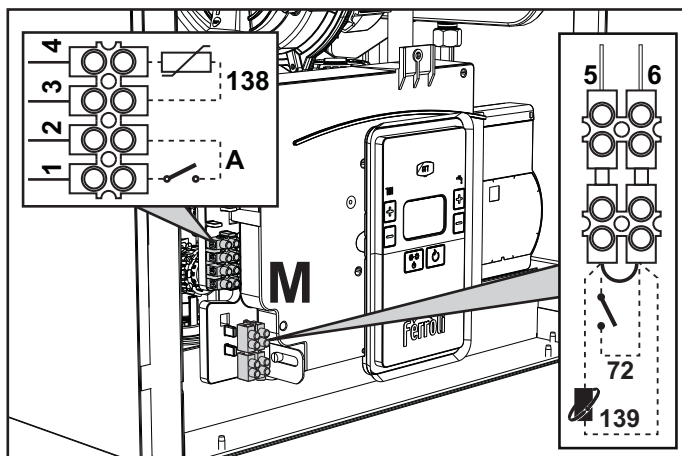
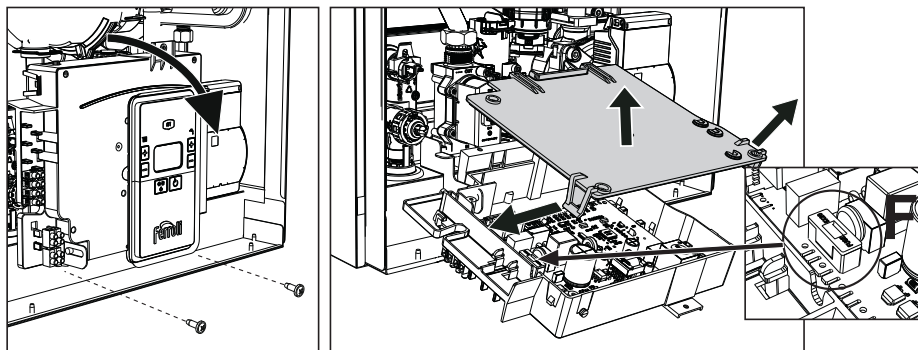

fig. 18
fig. 19
După ce ați scos panoul frontal ("Deschiderea panoului frontal" de la pagina 125) veți putea avea acces la panoul de borne (M) și la siguranța (F) urmând indicațiile descrise în continuare (fig. 18 și fig. 19). **Bornele indicate în fig. 18 trebuie să aibă contactele curate (nu 230 V).** Dispunerea bornelor pentru diferitele conexiuni este indicată și în diagrama electrică din fig. 45.
Configurarea întrerupătorului ON/OFF (A fig. 19)